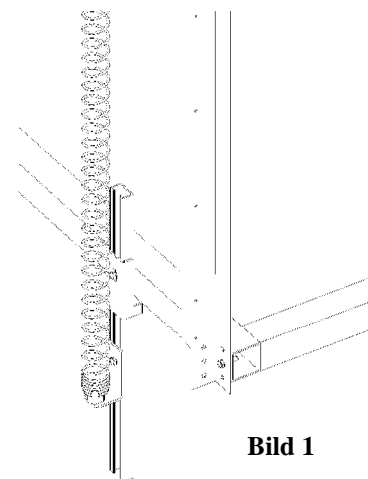

Bild 1
5. Montera styrprofilerna och ankarskenorna på golvramen som i bild 1, rikta in och skruva fast.
- Ställ in fjäderförspänningen (förskjutning av fjäderhållaren i ankarskenan; se punkt 4.3.5, bild 1)